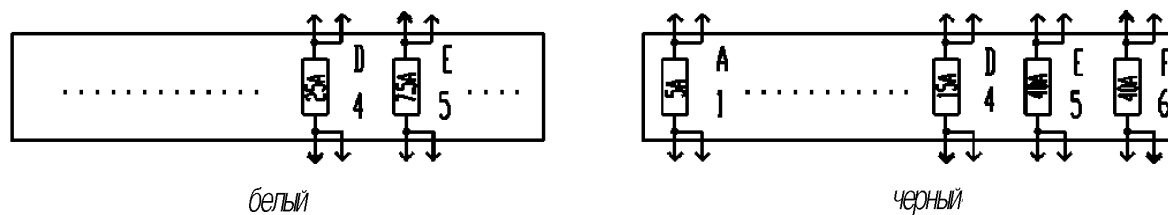

Рис. 83. Подключение внешних потребителей
**Подключение внешних потребителей.** Подключение внешних потребителей производится от свободных предохранителей «черного» и «белого» блоков, изображенных на рис. 83.